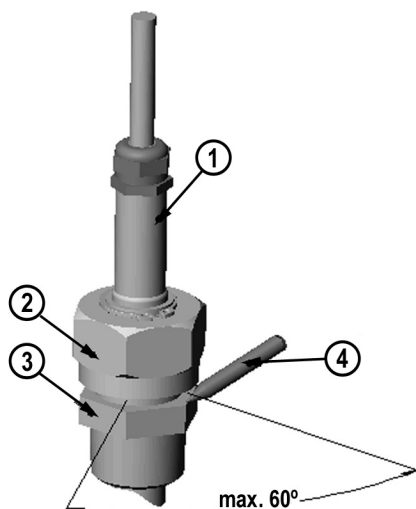

Рис. 15 Фиксация разъемной гайки
Следующие цифровые обозначения относятся к Рис. 15 на стр. 36:
10. Затяните разъемную гайку вильчатым гаечным ключом на угол 50... 60° (прибл. 1/6 оборота). Если есть подходящий динамометрический гаечный ключ, затяните гайку с усилием не больше 45 ± 5 Нм. См. Рис. 15 на стр. 36.